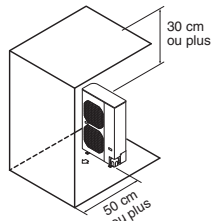

Fig. 2-4
- (3) Obstacles à l'avant et au-dessus de l'unité (La gauche, la droite et l'arrière sont dégagés). (Fig. 2-4)